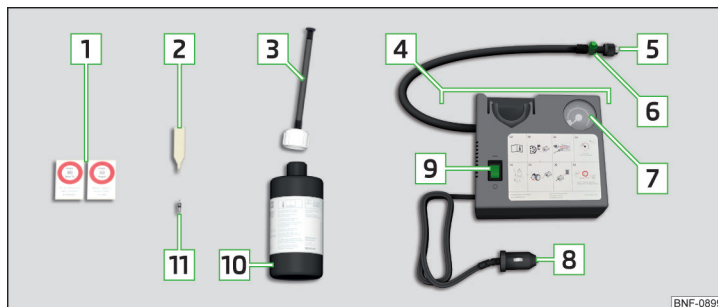

Fig. 335 Descripción del kit de averías
- Introducir el atornillador de inserto de válvula  » fig. 335 de la pág. 304 sobre el inserto de válvula de la manera que el inserto de válvula cabe en la ranura del atornillador de inserto de válvula.
- Enrosque fija la manguera de llenado del neumático  » fig. 335 de la pág. 304 sobre la válvula del neumático.